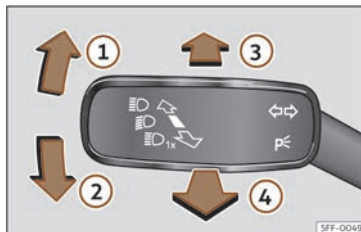

Fig. 97 Palanca dels intermitents i de llum de carretera (segons les versions).
- Des de la posició base, premeu cap endavant la palanca dels intermitents i llum de carretera»» fig. 97 ③.
- **O BÉ:** amb el llum de carretera connectat, estireu cap enrere la palanca dels intermitents i del llum de carretera»» fig. 97 ④.